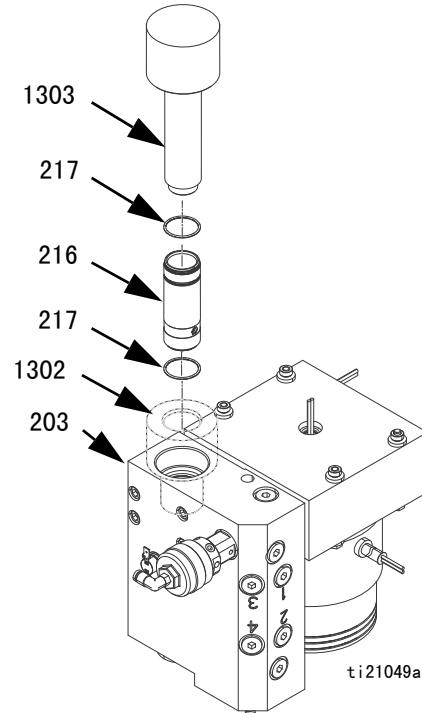

图 34
2. 将内筒安装工具 (1302) 置于熔化器出口歧管 (203) 中，防止密封件被锐角螺纹刮伤。参见图 34。